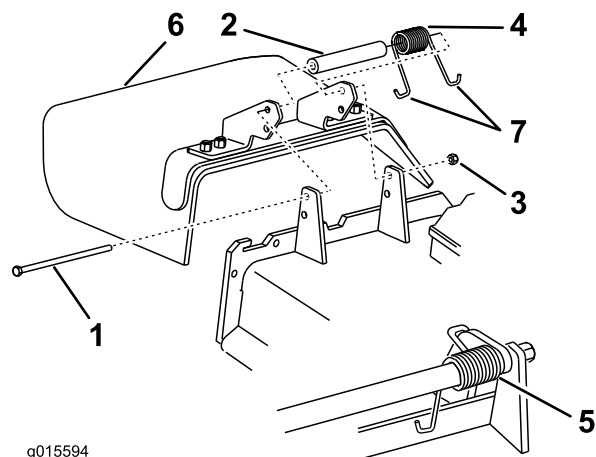

Figure 61
1. Retirez le contre-écrou, le boulon, le ressort et l'entretoise qui fixent le déflecteur aux supports de pivot (Figure 61).
Remarque: Placez une extrémité en J du ressort derrière le bord du tablier avant de mettre le boulon en place, comme montré à la Figure 61.
3. Remettez le boulon et l'écrou. Placez une extrémité en J du ressort autour du déflecteur d'herbe (Figure 61).